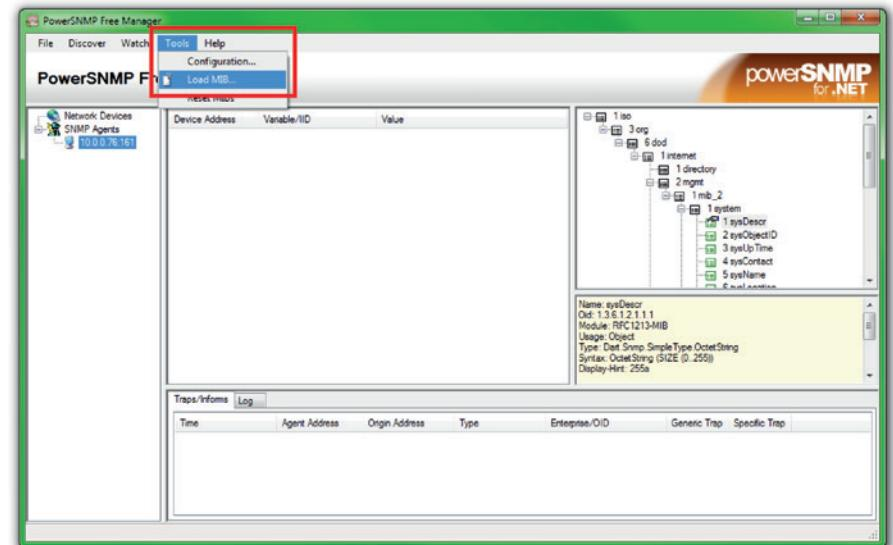

Abbildung 6: PowerSNMP Free Manager — Laden einer MIB-Datei.
3. Damit werden SNMP Agents zur Baumstruktur im linken Teil des Fensters PowerSNMP Free Manager hinzugefügt (Abb. 6).